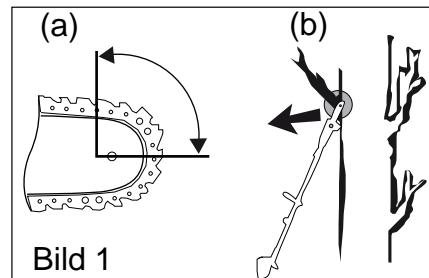

Bild 1
Rückschlag ist die Bezeichnung für ein blitzschnelles Zurückfedern des Hochentasters und des Schwertes von einem Gegenstand. Er tritt auf, wenn der Rückschlagbereich (siehe Bild 1/ Abb.a) an der Spitze des Schwertes einen Gegenstand berührt oder das Holz den Hochentaster im Schnitt einklemmt. Bei einem Rückschlag erhält der Anwender einen kräftigen Stoß vom Hochentaster. Die Folge kann sein, dass er die Kontrolle über den Hochentaster verliert und sich schwer verletzt.
- Sägen Sie nicht mit der Schwertspitze (siehe Bild 1/Abb.b). Beugen Sie sich beim Sägen nicht zu weit vor.